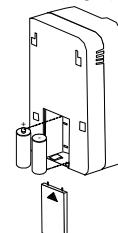

Fig. 4
- Öffnen Sie das Batteriefach (Fig. 4).